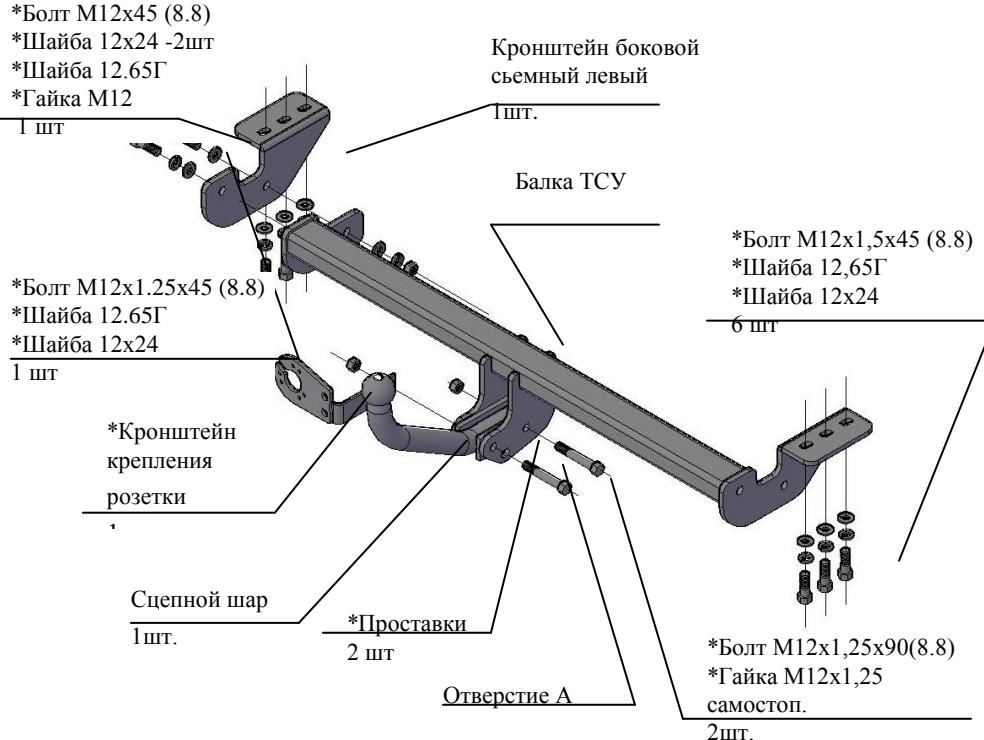

Рис.1 Тягово-сцепное устройство 7520 .
2.1 ТСУ 7520. в сборе (рис.1)	1 шт.
2.2 Пакет с комплектующими (см. рис.1)	1 шт.
4.5 Закрепить сцепной шар и кронштейн крепления розетки к кронштейнам шара болтами M12x1,25x90 и гайками M12x1,25 самостоп, проложив между кронштейнами шара и шаром –проставки (см.рис.1).